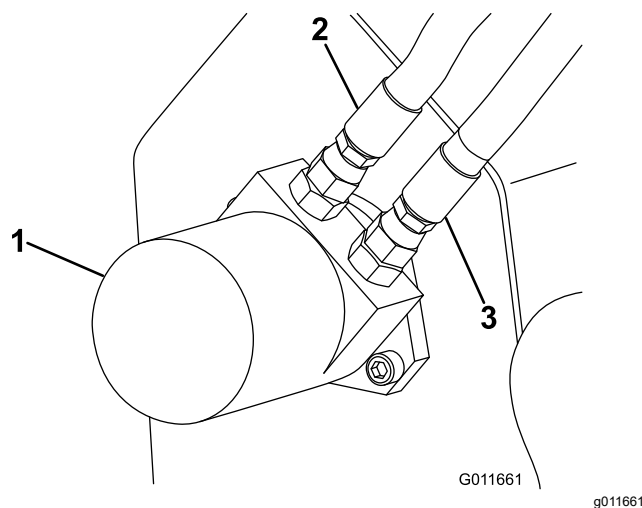

Figura 12
9. Scollegate i flessibili idraulici dal motore idraulico sulla catenaria (**Figura 12**).
3. Scollegate i flessibili idraulici dal motore idraulico sulla catenaria (Figura 12).